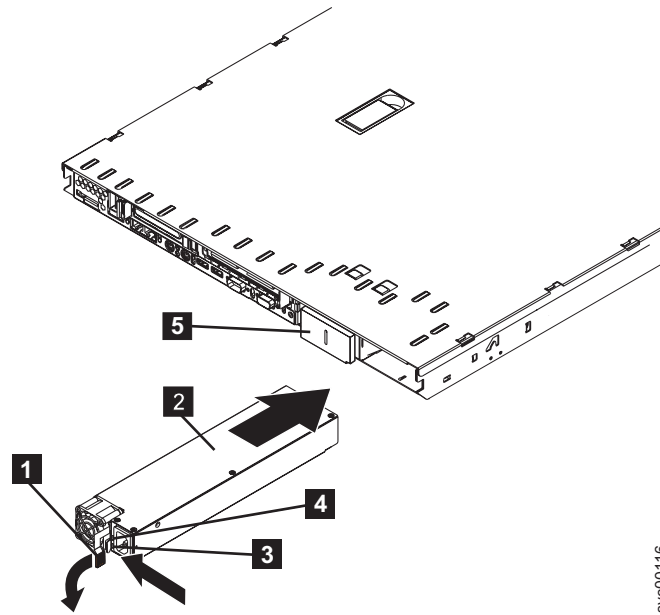

図 132. SAN ポリウレーム・コントローラー 2145-8F2電源装置のハンドル
- a. 電源装置の後部のハンドル **1** を開放位置まで下の方に回して、電源装置を電源装置ベイに向かってスライドさせます。451 ページの図 132 を参照してください。